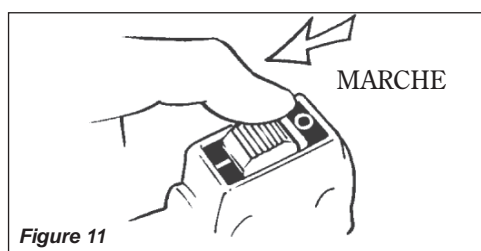

Figure 11
1. Glisser l'interrupteur d'allumage sur la position « I » (MARCHÉ). Voir figure 11.